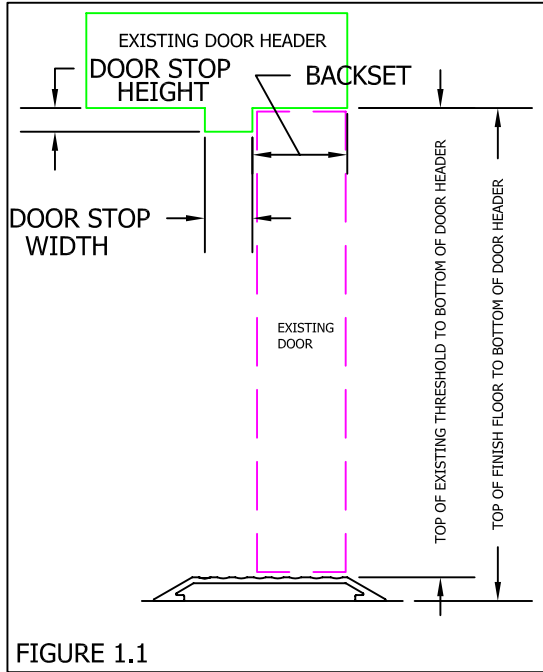

FIGURE 1.1
**-TO FIND THE DOOR OPENING HEIGHT (figure 1.1):**